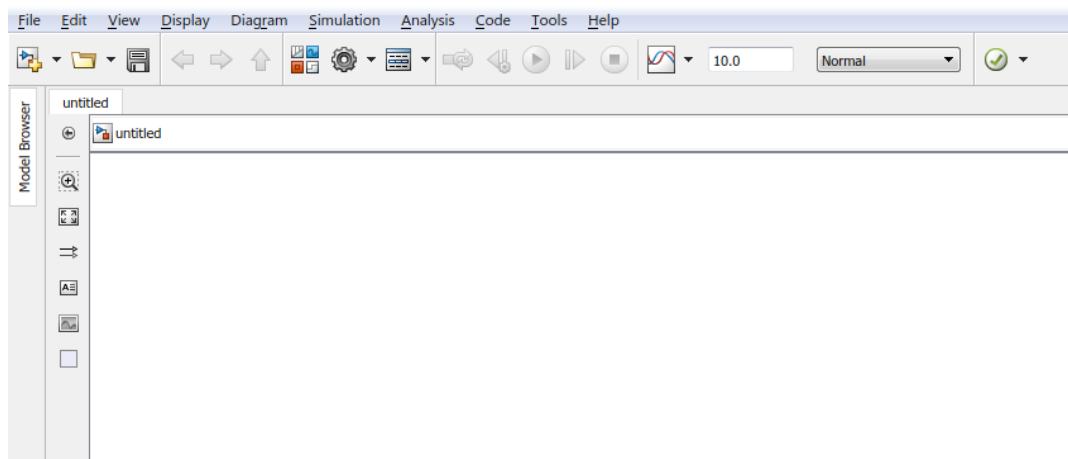

Figura 88 Interfície Simulink.
- Executar Simulació: Aquesta icona apareix en gris a la figura 88. Això és degut